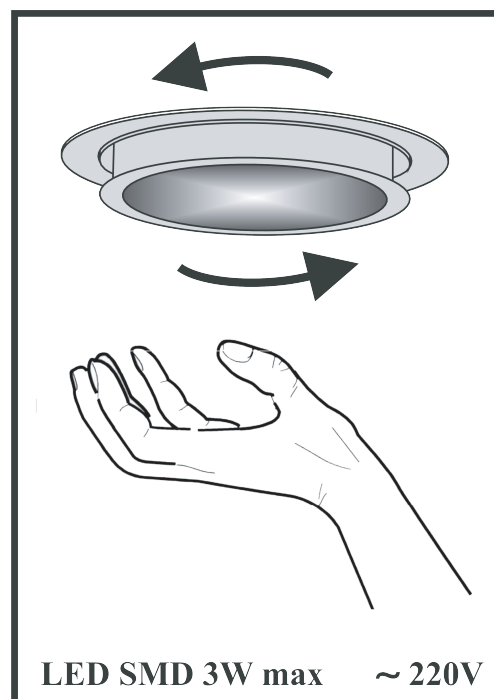

Рис.8
8.9 На вытяжке установлении **LED SMD** лампы подсветки рабочей зоны плиты. Перед началом замены ламп освещения необходимо отключить вытяжку вот электросети, дать возможность охладят лампам. Для замены лампы необходимо снять фильтры, отжать держателя патрона на себя, чтобы лампа вышла из корпуса вытяжки, удерживая держателя патрона, слегка надавит на лампу у направлении патрона и, повернул ее против часовой стрелки, вынуть (**рис.8**). Вместо нее необходимо установит новую с теми же характеристиками и установит фильтры.